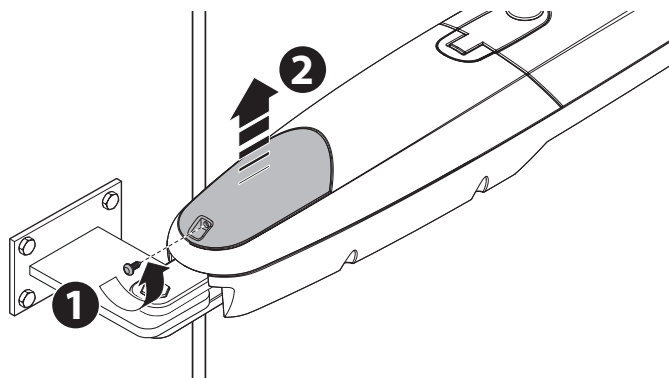

Fig. 13
**01.** Quite la tapa del motorreductor como se muestra en la **fig. 13**;